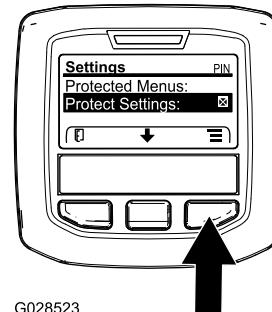

Figura 36
1. Dal MAIN MENU (Menu principale), premete il pulsante centrale per scorrere fino al SETTINGS MENU (Menu impostazioni), poi premete il pulsante destro (Figura 36).